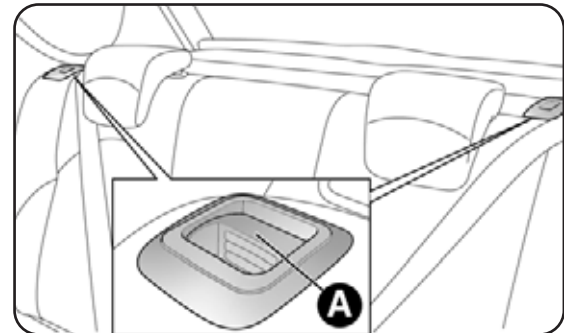

fig. 65
- levante las palancas A-fig. 65 de sujeción de los respaldos y abata hacia adelante el cojín deseado (cuando se levanta la palanca A se ve una "banda roja").
Levante los respaldos empujándolos hacia atrás hasta oír el clic de bloqueo de los dos mecanismos de enganche, comprobando visualmente que desaparezca la "banda roja" de las palancas A-fig. 65. De hecho, la "banda roja" indica que no se ha enganchado el respaldo.